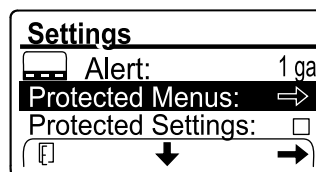

図 108
1. 保護メニュー用の PIN 図 108 を入力する アクセス制限付きメニューへのアクセス \(ページ 23\) を参照。